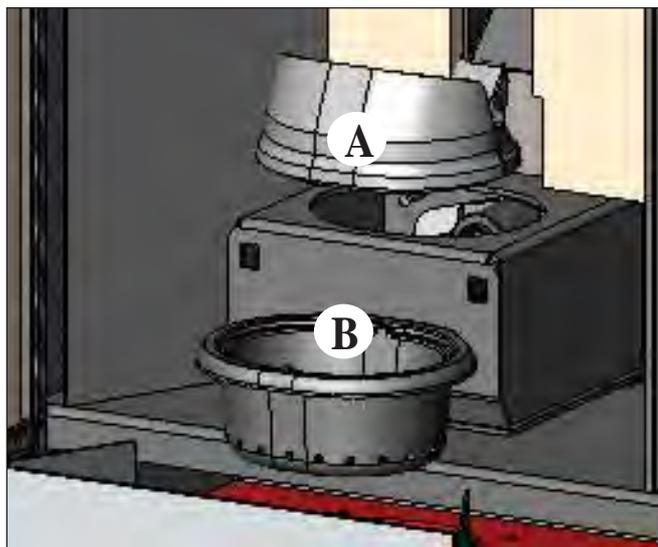

fig. 1
Después de la limpieza normal, el acoplamiento INCORRECTO del crisol superior (A) (fig. 1) con el crisol inferior (B) (fig. 1) puede comprometer el funcionamiento de la caldera.